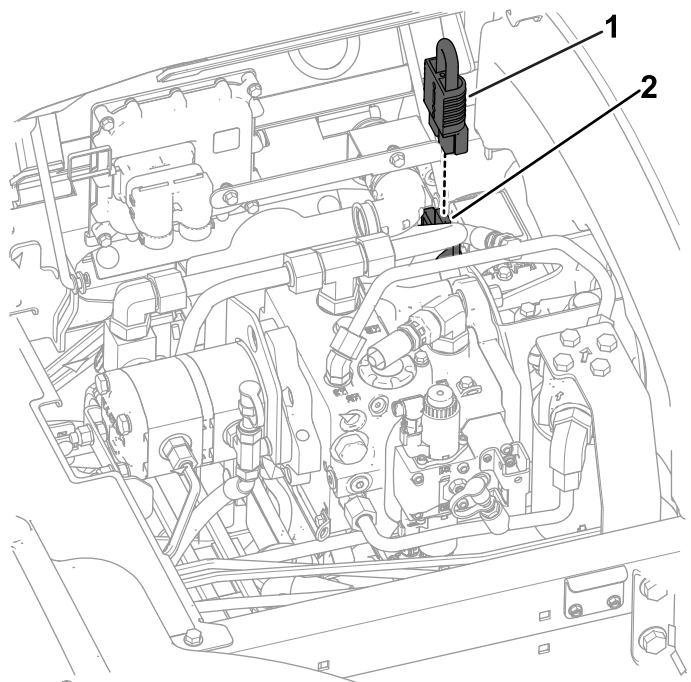

Рисунок 31
1. Нанесите диэлектрическую консистентную смазку на поверхности контактов переключки отключения аккумулятора (Рисунок 31).